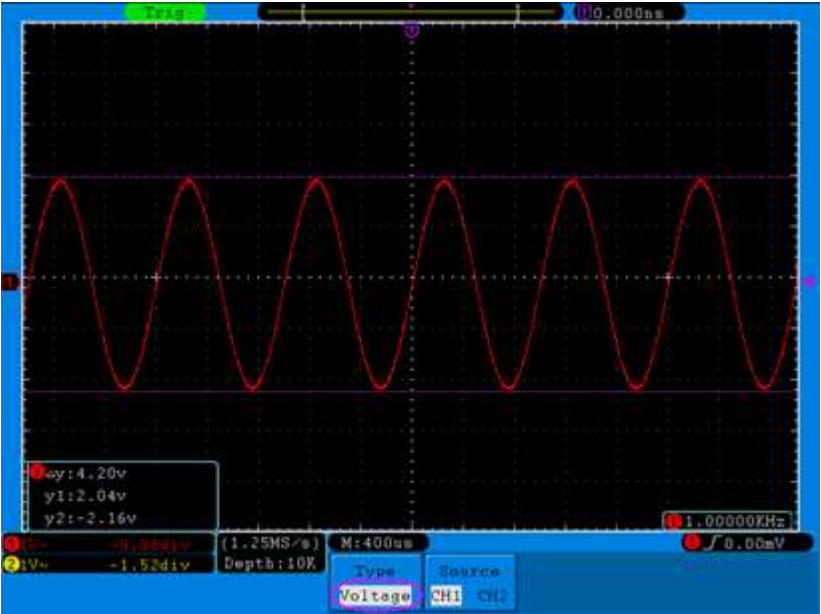

Figura 5-66 Medindo com Cursores a tensão de uma Forma de Onda.
4. Ajuste a posição dos cursores 1 e 2 de acordo com a onda em medição utilizando os knobs **VERTICAL POSITION** do canal CH1 e CH2 respectivamente. O quadro no canto inferior esquerdo da tela exibe o valor Delta Absoluto entre o cursor 1 e o 2 e também exibe a posição atual de cada cursor (veja *Figura 5-66* da página anterior).